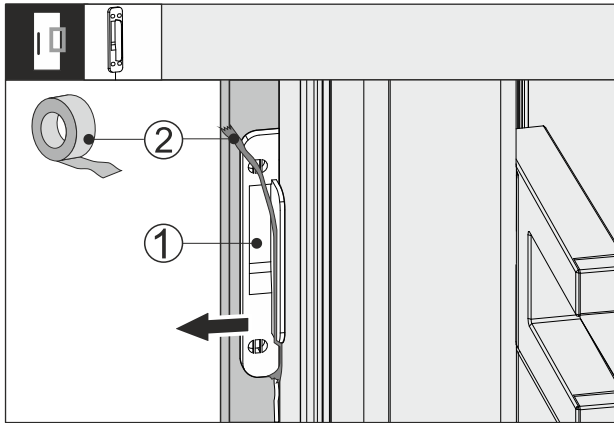

Fig. 64
- ▶ Løsn tapen Fig. 64 (2) fra bankesensoren Fig. 64 (1).